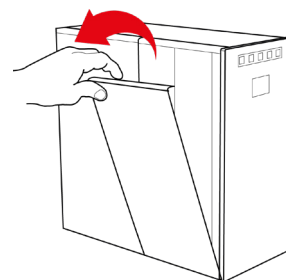

Fig. 1-13
20.2 – Mantenere l'apparecchio verticale con una mano e con l'altra tirare il pannello laterale sinistro della macchina verso l'esterno fino a completa estrazione, vedi Fig. 1-13